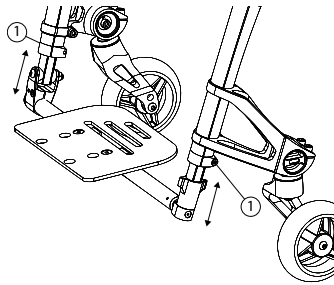

abb. 20
- Lösen Sie Schraube (1) (Abb. 20).
- Ziehen Sie die Schraube (1) fest.